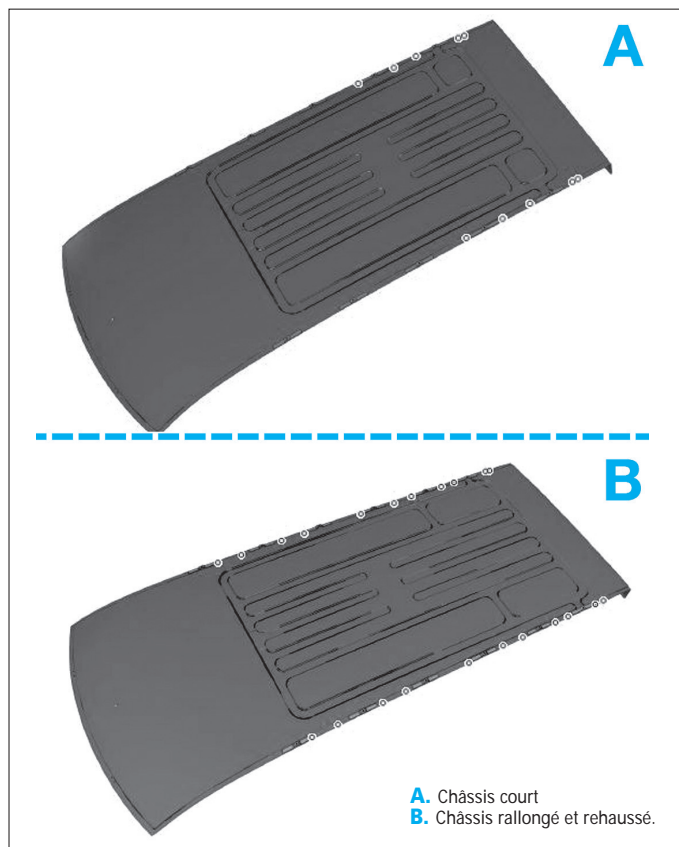

FIG. 75
- Percer au diamètre de 6,5 mm pour un soudage ultérieur par points bouchons (Fig.75).